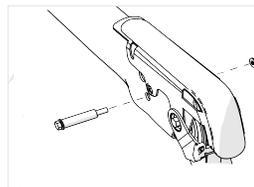

Abbildung 3
3. Befestigen Sie die Schraube mit der Mutter ① (Abbildung 3). Ziehen Sie sie teilweise fest. **WICHTIG:** Stecken Sie die Schraube in die Innenseite des Seitenarms und bringen Sie die Mutter an der Außenseite an, sonst passen die Seitenabdeckungen nicht.